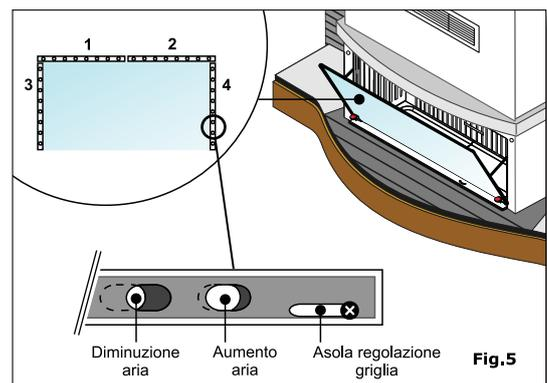

Fig.5
Per eseguire la regolazione del flusso di aria procedere come segue (fig.5):
- Mediante un giravite a croce allentare le viti che bloccano le griglie e spostarle in modo da regolare l'apertura dei fori (fig.5).